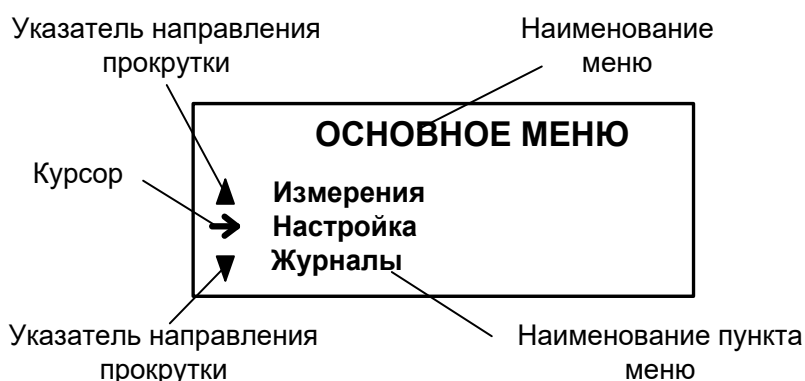

Рис.3. Вид основного меню.
2.4.1.1. Основное меню (рис.3) имеет неизменный состав. Состав и структура подменю и окон, а также возможности модификации установочных параметров определяются режимом работы расходомера.
2.4.1.3. Индикация на дисплее состоит из наименования меню (окна), располагающегося неподвижно в первой строке дисплея жидкокристаллического индикатора (ЖКИ), и наименований пунктов меню (параметров), которые могут смещаться вверх или вниз (рис.3).
2.4.1.5. Одновременно на дисплее может индцироваться не более 3-х строк (пунктов меню, параметров из списка). Поэтому в начале первой и последней строк пунктов (параметров) могут располагаться указатели направления прокрутки в виде треугольников (рис.3), вершины которых направлены в стороны возможного перемещения курсора по строкам (пунктам меню, параметрам).